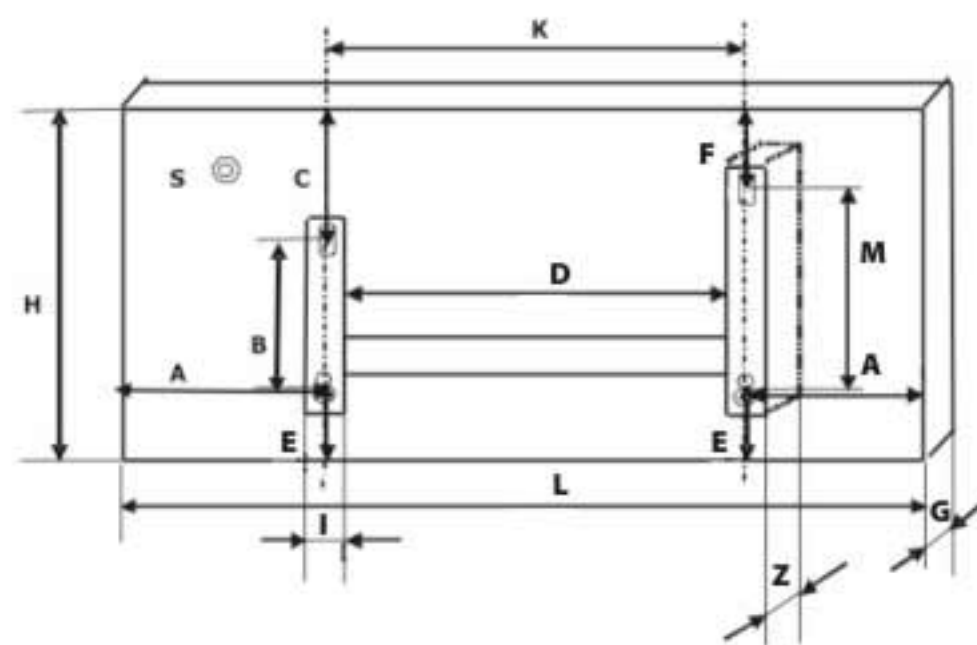

Рис. 2
Габаритные размеры конвектора согласно рис. 2 приведены в таблице 2.
Установочные размеры конвектора согласно рис. 2 приведены в таблице 3.
- В соответствии с рис. 2, 4 и таблицами 2, 3 определите место установки конвектора с соблюдением минимальных расстояний от предметов и минимального расстояния от пола.